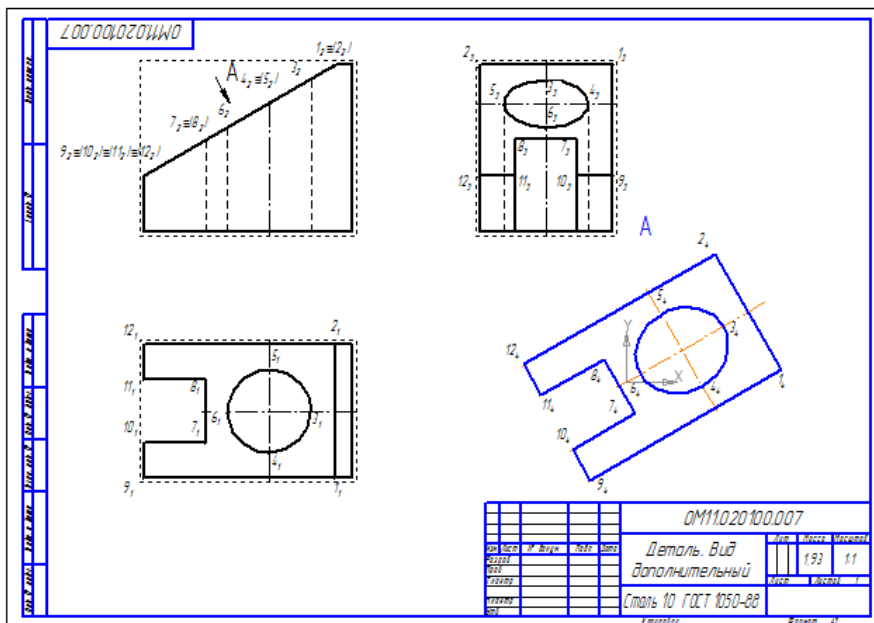

Рис. 13
9.2 С помощью инструментальной панели **Редактирование** / **Усечь кривую** удалить лишние линии (см. рис. 13).